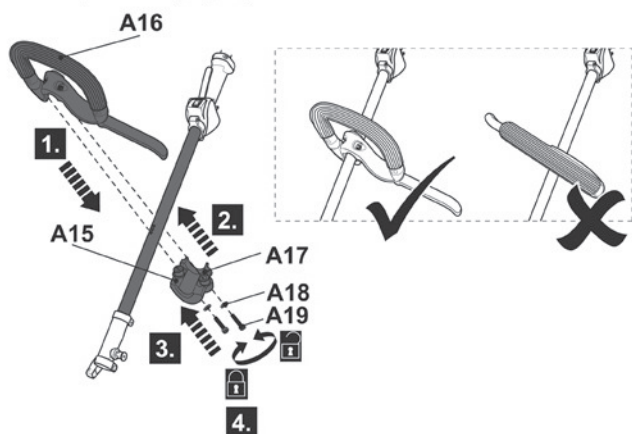

Fig. 1
- > Alinee los orificios de montaje del soporte inferior y la empuñadura delantera. Fije la conexión con los pernos (A18) y las arandelas (A19) y asegure la empuñadura delantera en su posición (Fig. 1).